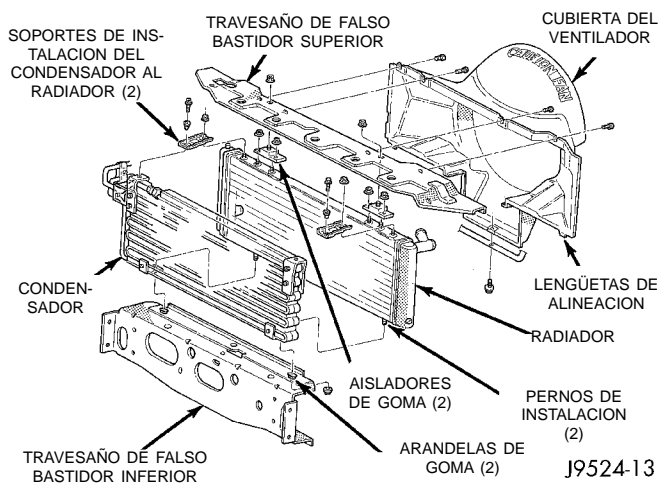

Fig. 36 Travesaño de falso bastidor superior del radiador—característico
- (6) Retire las dos tuercas que aseguran el radiador al travesaño de falso bastidor (Fig. 36).
(7) Pasando por la abertura de la rejilla, retire el perno que fija el soporte del pestillo del capó inferior al travesaño de falso bastidor inferior.
(8) El travesaño de falso bastidor superior del radiador puede ajustarse hacia la derecha o izquierda por medio de las aberturas alargadas de instalación. Antes de retirarlo, marque la posición original del travesaño de falso bastidor.
(9) Retire los pernos restantes que fijan el travesaño de falso bastidor superior del radiador a la carrocería. No retire el pestillo del capó o el cable del pestillo del capó del travesaño del falso bastidor. Levante el travesaño de falso bastidor en línea recta y colóquelo a un lado.
(10) Retire los cuatro pernos que fijan el condensador inferior.
(11) Retire los dos pernos que fijan el condensador superior.
(12) Con cuidado, retire el condensador del vehículo.